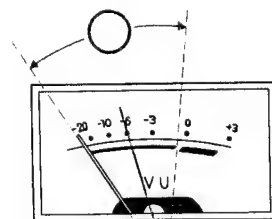
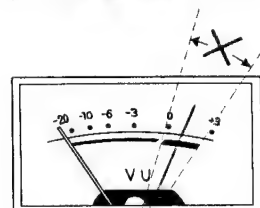

Abb. 4
Abb. 5
- 1) Stellen Sie den Funktionswähler ⑫ auf "RADIO".
- 2) Stellen Sie den Wellenbereichsschalter ⑰ auf FM Auto, FM, LW, MW oder SW; stellen Sie dann auf den gewünschten Sender ein.
- 3) Stellen Sie den Schalter ⑬ (Monitor) auf "SOURCE", und regeln Sie die Lautstärke wie gewünscht mit dem Knopf ㉒.
- 4) Drücken und verriegeln Sie den Pausenhebel ⑦.
- 5) Betätigen Sie gleichzeitig die Hebel ④ (Wiedergabe) und ② (Aufnahme); die Aufnahme beginnt. Die Aufnahme-Anzeige ① leuchtet auf.
- 6) Stellen Sie den richtigen Aufnahmepegel ein durch Drehen des Abstimmungsreglers ⑳, bis die Nadeln der Abstimmungsanzeige ⑩ bei sehr großer Lautstärke innerhalb des schwarzen Bereiches ausschlagen. (Abb. 4) Schlagen die Nadeln bis in den roten Bereich aus, ist der Aufnahmepegel zu hoch; der Ton ist dann verzerrt. (Abb. 5).